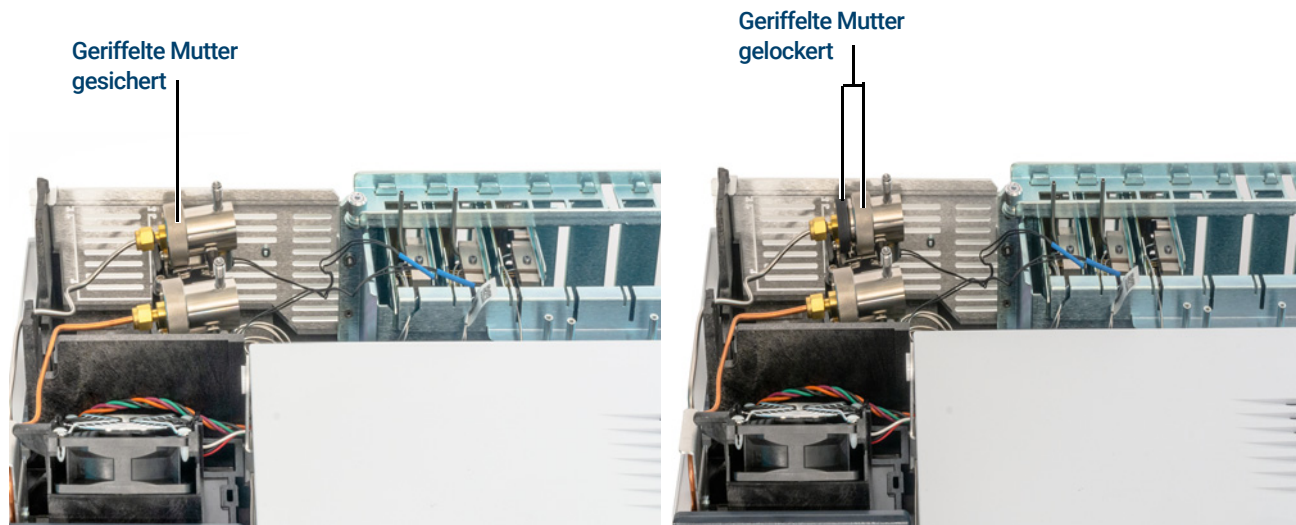

Abbildung 34. Geriffelte Mutter lockern
- 4 Lösen Sie die geriffelte Mutter, mit der das Split-Entlüftungsventil befestigt ist, vollständig. Siehe **Abbildung 34**.